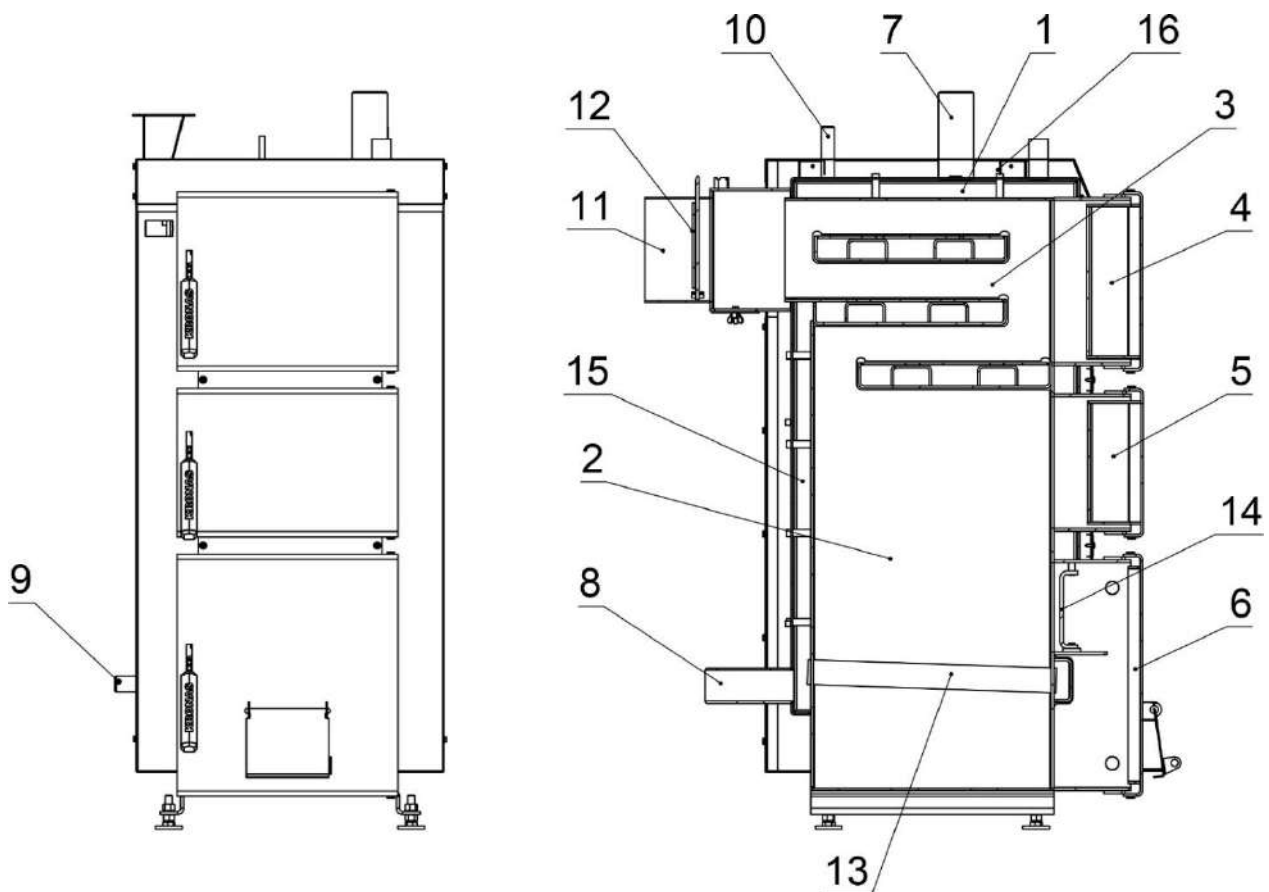

Рисунок 5.1 – Зовнішній вигляд та основні елементи котла типу КТК
Конструктивно котел являє собою збірно-зварену конструкцію, що складається з корпусу (поз. 1, рис. 5.1) з камерою згоряння (топкою) (поз. 2, рис. 5.1). Над топкою розташована конвекційна частина котла (поз. 3, рис. 5.1), що являє собою високоефективний триходовий теплообмінник.
Корпус котла виконаний в формі паралелепіпеду з подвійними стінками, які розділені водними перегородками (поз. 15, рис. 5.1). На зовнішній поверхні корпусу під декоративною обшивкою закріплена теплова ізоляція. (поз. 16, рис. 5.1). Паливо для процесу спалення завантажується на колосникові ґрати (поз. 13, рис. 5.1) крізь завантажувальні дверцята (поз. 5, рис. 5.1). Колосникові ґрати виконані з товстостінних безшовних труб по яких постійно циркулює вода з водяної оболонки котла, що унеможливує їх прогорання. Згоряння палива в топці відбувається за участю повітря, яке постачається під колосникові ґрати припливним вентилятором. Кількість повітря, необхідного для процесу згоряння, регулюється автоматично блоком автоматики управління.
Підведення і відведення теплоносія здійснюється відповідно через патрубки зворотної мережної води (поз. 8, рис. 5.1) і прямої мережної води (поз. 7, рис. 5.1).
Топочні гази виходять у димохід крізь боров (поз. 11, рис. 5.1), розташований у задній частині котла. Боров обладнано вбудованим дросельним клапаном продуктів згоряння – шибером (поз. 12, рис. 5.1). У випадку надто високої тяги у димоході шибер дає можливість її знизити шляхом часткового перекиривання вихідного отвору борова.
У верхній частині корпусу котла розташований штуцер для встановлення групи безпеки котла (поз. 10, рис. 5.1).
На бічній стінці корпусу у нижній її частині розміщено штуцер для зливу води з котла (поз. 9, рис. 5.1).
- дверцята для періодичного обслуговування (чищення) конвекційної частини котла (поз. 4, рис. 5.1);
- ревізійний дверцята (поз. 6, рис. 5.1) для періодичного чищення колосникових ґрат.